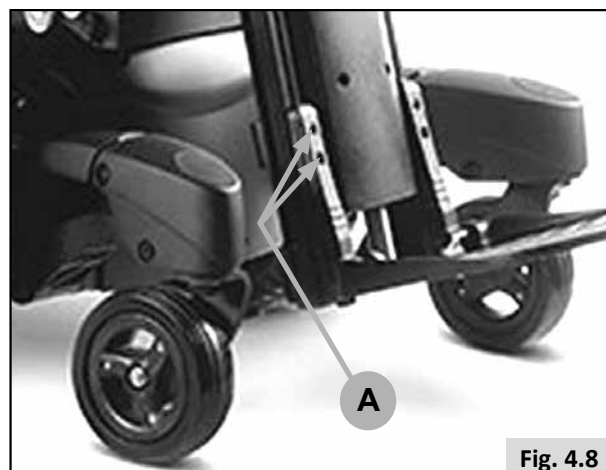

Fig. 4.8
- Desserrez les 2 vis à l'aide d'une clé hexagonale de 5 mm (A-Fig. 4.8).